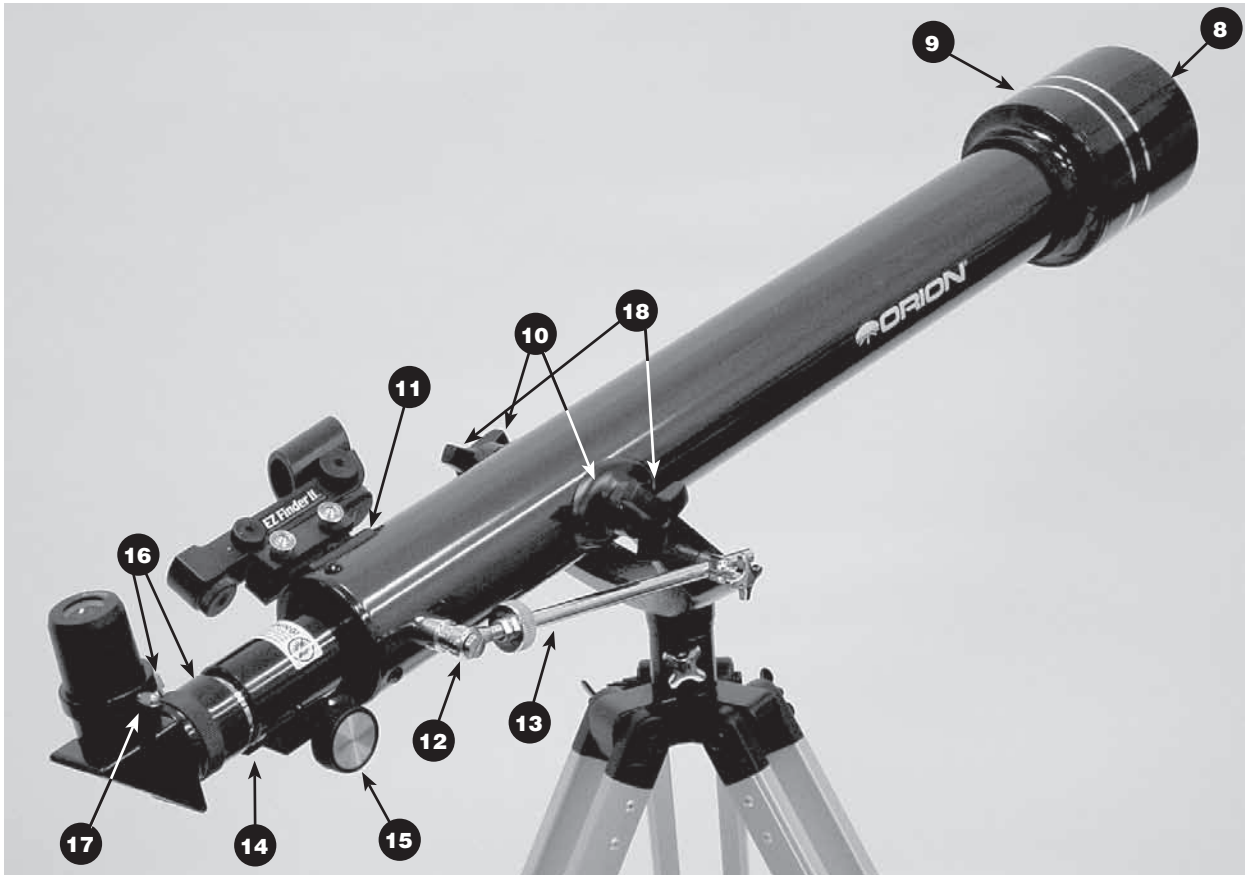
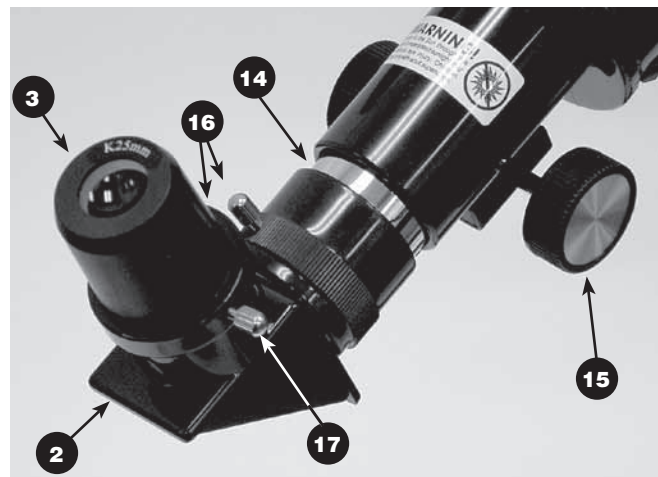
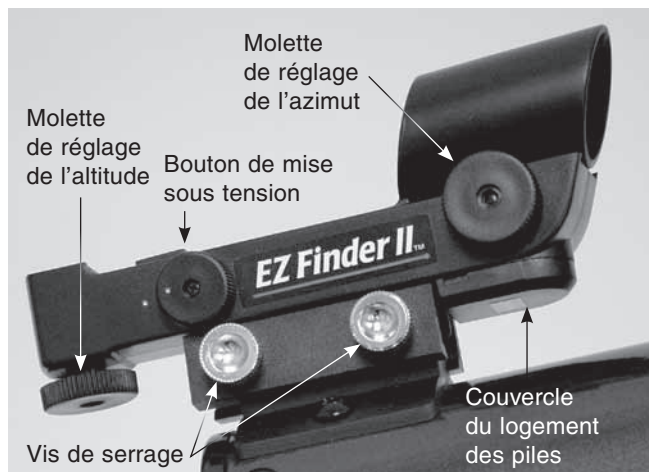

Figure 2a. Composants du tube optique
Figure 2b. Détail du porte-oculaire de l'Observer 60
Figure 6. Chercheur reflex EZ Finder II
La figure 2a montre les détails du tube optique et de ses différentes pièces. Pour plus de clarté, le tube optique est représenté fixé à la monture. La figure 2b est un plan rapproché du porte-oculaire avec encore plus de détails.
7. Fixez le chercheur reflex EZ Finder II (4) à son support (11). Desserrez les deux vis de fixation sur le EZ Finder II (figure 6) et faites-le glisser sur son support. Serrez les deux vis de fixation. Vous alignerez le EZ Finder II plus tard, en suivant les instructions de la section Pour commencer.
8. Insérez le barillet chromé du miroir de renvoi à 90° (2) dans le tube télescopique du porte-oculaire (14). Fixez le renvoi coudé avec les vis de son support (16).
9. Insérez le barillet chromé de l'oculaire Explorer II de 25 mm (3) dans le miroir de renvoi à 90°. Fixez l'oculaire dans le renvoi coudé avec les vis du porte-oculaire (17). L'oculaire et le renvoi coudé correctement installés devraient ressembler à la figure 2b.
Le chercheur reflex EZ Finder II (figure 6) projette un petit point rouge sur une lentille montée à l'avant de l'appareil. Lorsque vous regardez à travers le EZ Finder II, le point rouge semble flotter dans l'espace et vous aide même à localiser les objets les moins lumineux du ciel profond. Ce point est produit par une diode électroluminescente (LED) à proximité de l'arrière du chercheur. Une pile au lithium de 3 volts fournit l'alimentation de la diode.